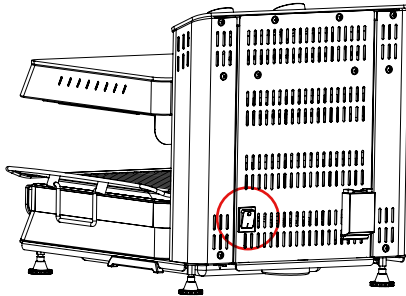
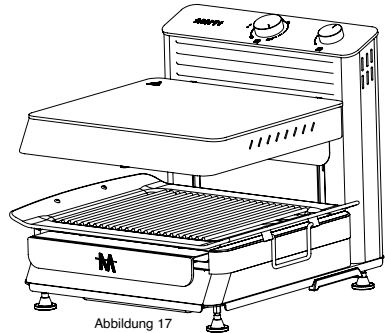

Abbildung 16
Abbildung 17
- Wenn Ihr Produkt nach dem Anschließen an die Steckdose nicht funktioniert, vergewissern Sie sich, dass sich der Ein-/Aus-Schalter in der Position (I) befindet.
- Wenn sich der Ein-/Aus-Schalter in der Position (I) befindet (Abbildung 16), erhöhen Sie die Leistung des Leistungsreglers (Abbildung 17). Wenn das Produkt immer noch nicht funktioniert, vergewissern Sie sich, dass die bewegliche Ablage im Produkt richtig sitzt.